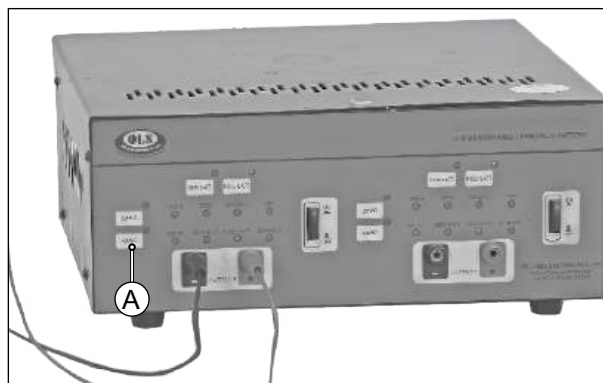

Fig. 5.92
- Como a bateria da motocicleta conectada ao carregador é de 4 Ah, pressione o botão '4 AMP' (A) do carregador. (Fig. 5.92)